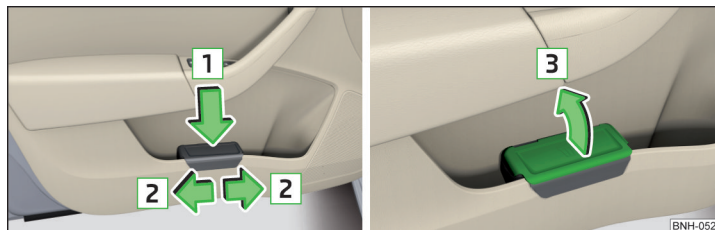

Abb. 74 Abfallbehälter: einsetzen und verschieben / öffnen
- › Den Abfallbehälter im hinteren Bereich in Pfeilrichtung **1** » Abb. 74 eindrücken.
- › Den Abfallbehälter entgegen der Pfeilrichtung **1** » Abb. 74 herausnehmen.
- › Den Deckel in Pfeilrichtung **3** » Abb. 74 anheben.